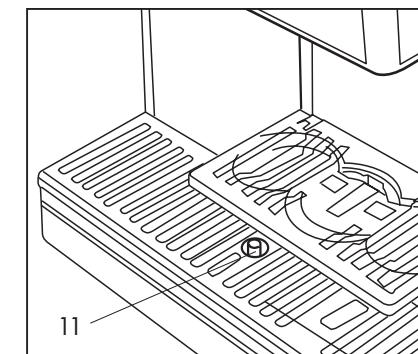

Fig. 17
Cuando el flotador de nivel de la bandeja roja (11) sale del agujero (Fig. 17) significa que el agua de recogida en la bandeja está superando el nivel máximo.